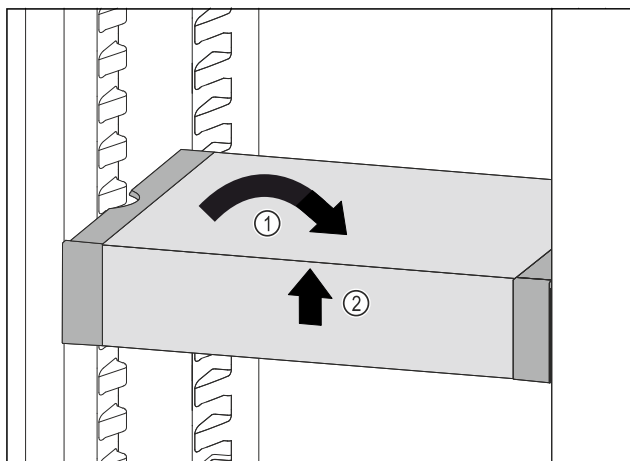

Fig. 110
- ▶ VarioSafe postavte rovně. Fig. 110 (1)
- ▶ VarioSafe vpředu zvedněte. Fig. 110 (2)